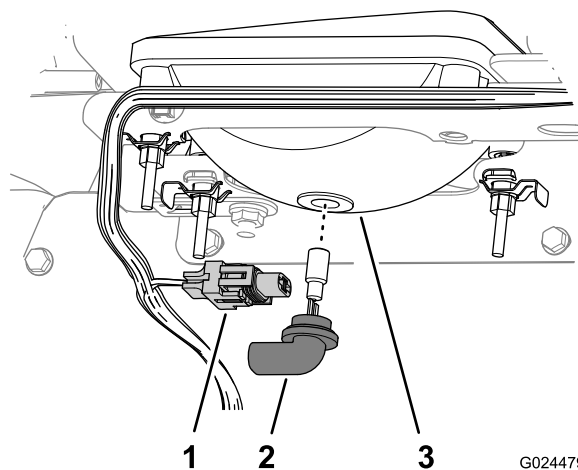

図 50
3. ヘッドライトハウジングの裏側からきているランプ・アセンブリ用ハーネスコネクタを外す 図 50。
4. ランプ・アセンブリを左に1/4回転させて後ろに引き抜いてヘッドライトハウジングから取り出す 図 50。
いるタブをヘッドライトハウジングのスロットに合わせる 図 50。
6. ランプ・アセンブリを右方向に 1/4 回転させて取り付ける 図 50。
7. ハーネス用のコネクタを、新しいランプ・アセンブリのコネクタに接続する 図 50。